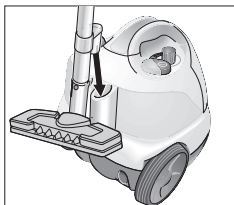

Fig. 8 : position de parcage
- Pour une brève interruption de travail, vous pouvez placer le tube de rallonge avec la buse montée en position de parcage (voir fig. 8).